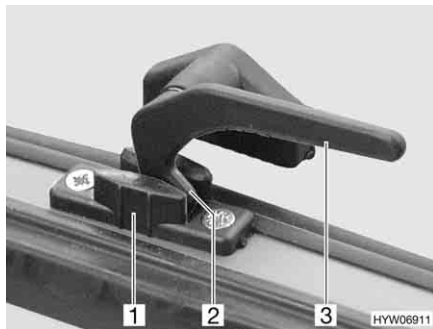

Bild 56 Verriegelungshebel in Stellung "Dauerbelüftung"
- in Stellung "Dauerbelüftung" (Bild 56)
- Den Verriegelungshebel (Bild 56,3) eine viertel Umdrehung zur Fenstermitte hin drehen.
- Den Verriegelungshebel wieder zurückdrehen. Die Verriegelungsnase (Bild 56,2) dabei in die Aussparung der Fensterverriegelung (Bild 56,1) einfahren.